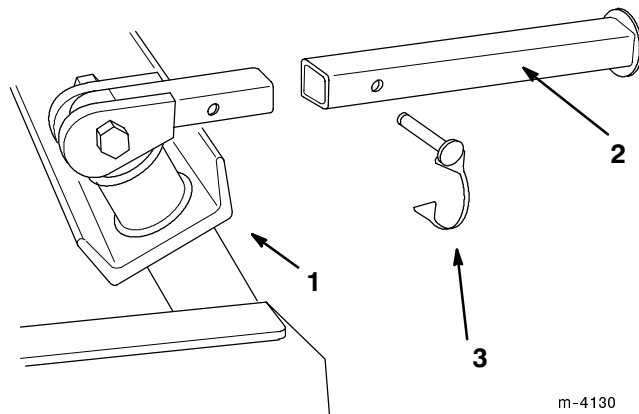

Figure 9
10. Monter les leviers de presse sur les presses de bras de chargeur, et les fixer à l'aide des goupilles (Fig. 9).